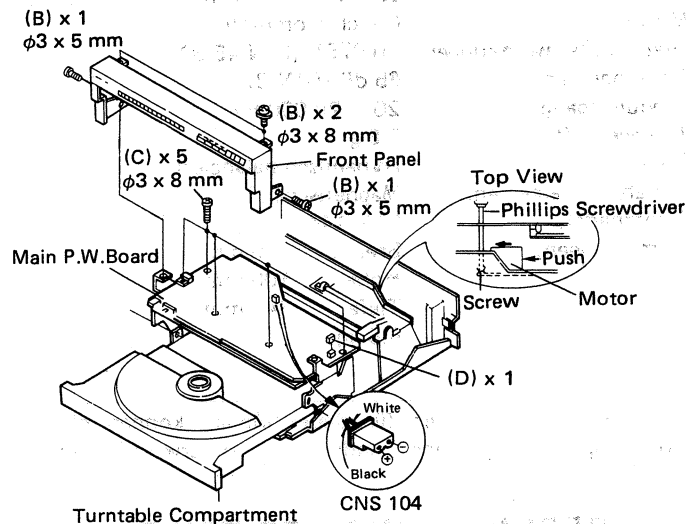

Figure 4-2
- Loosen the screw at the loading motor by using a Phillips screwdriver at the rear of the unit and then shift the motor so that the turntable compartment can be opened manually. See Fig. 4-2.
- Die Schraube des Antriebsmotors vom Lademotor an der Geräterückseite mit einem Kreuzschlitzschraubenzieher lockern und den Motor so drehen, daß das Schallplattenfach von Hand geöffnet werden kann. (Siehe Abb. 4-2).
- Der Buchse CNS104 10 V Gleichspannung zuführen, so daß der Tonarm nach vorne bewegt wird. (Siehe Abb. 4-2).
- Pour l'ouvrir à la main, déplacer le moteur en dévissant celui-ci avec un tournevis cruciforme. Voir la Fig. 4-2.
- Appliquer le courant continu de 10 V à la douille CNS104. Voir la Fig. 4-2.